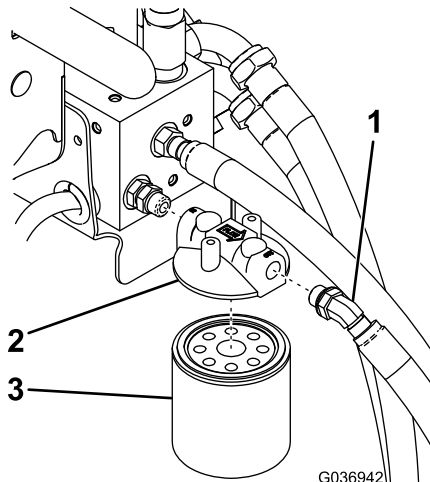

Figure 11
- Montez la tête de filtre, le filtre et le raccord de flexible à 45° dans l'orifice T du collecteur, comme montré à la Figure 11.